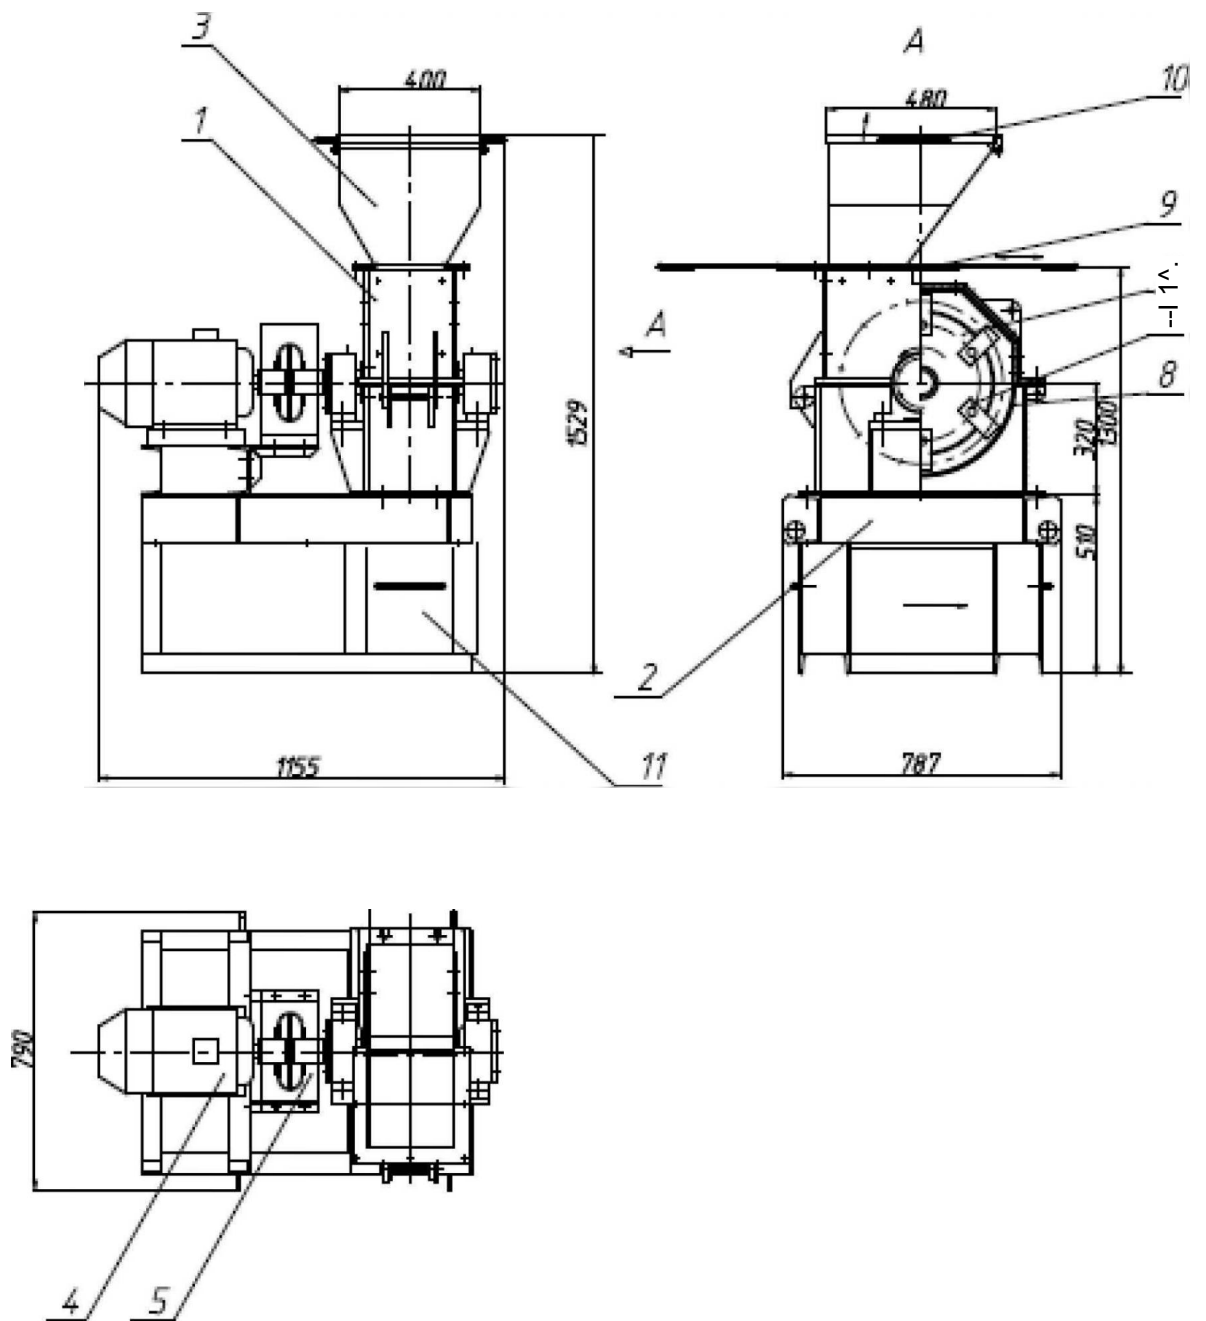

Рис. 1
МД5х2С (рис.1)	МДВ 5х2С (рис.2)
Устройство дробилки представлено на рис.1.
- включать дробилку при снятом кожухе 5 (см. рис.1) и открытом корпусе.